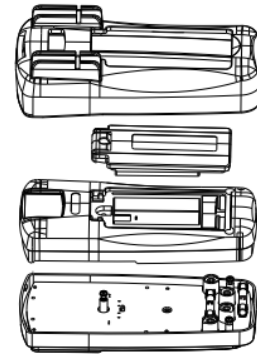

Рисунок 11
11.2 Замена батареи и предохранителей (см. Рисунок 11).